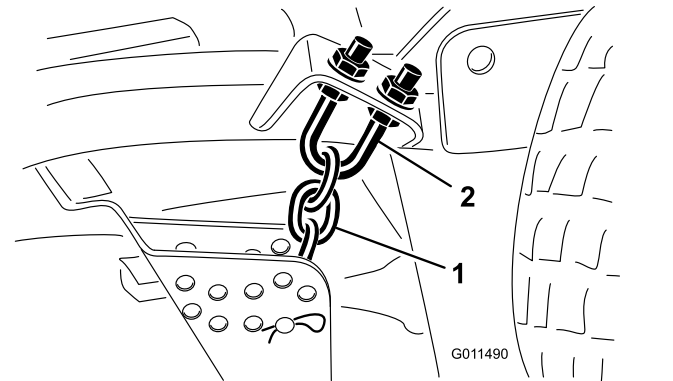

Figura 108
1. Desaperte as porcas de bloqueio na zona superior ou inferior da cavilha em U da correia da altura de corte (Figura 108).